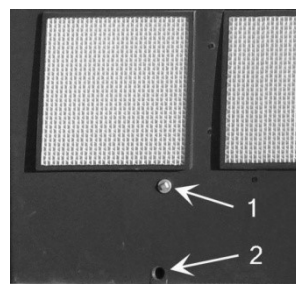

Fig. 16
- b) Take the plug out of the overflow hole (Fig 16/1), mounting it in the drain hole (Fig 16/2).
- b) Sortir le bouchon de l'orifice du «trop plein» (fig. 16/1) et le placer dans l'orifice de vidange (fig. 16/2).
- b) Sacar el tapón del orificio de rebosadero (fig. 16/1) y colocarlo en el de drenaje (fig. 16/2).